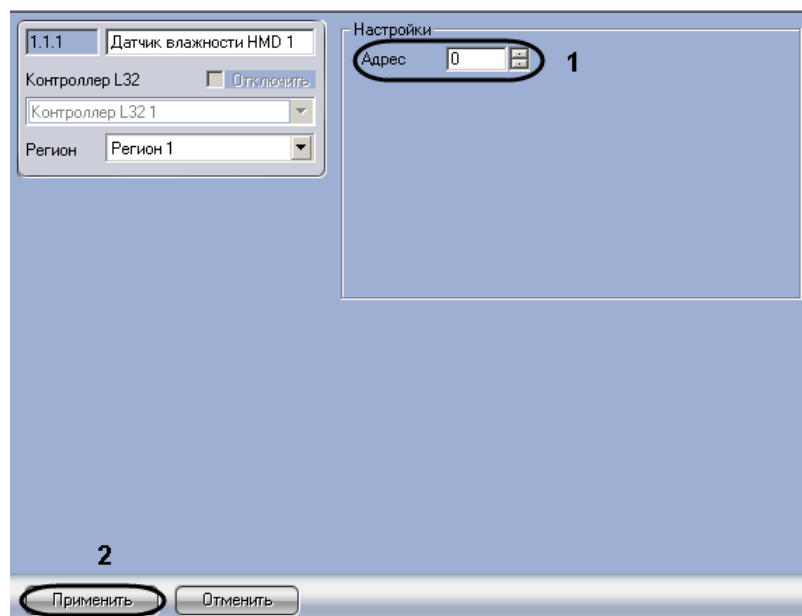

Рис. 3.3—5 Задание аппаратного адреса устройства
1. Перейти на панель настроек объекта, соответствующего исполнительному устройству (Рис. 3.3—5).
2. В поле **Адрес** ввести новый аппаратный адрес подключения исполнительного устройства (см. Рис. 3.3—5, 1).
3. Для сохранения настроек в ПК *Интеллект* нажать на кнопку **Применить** (см. Рис. 3.3—5, 2).